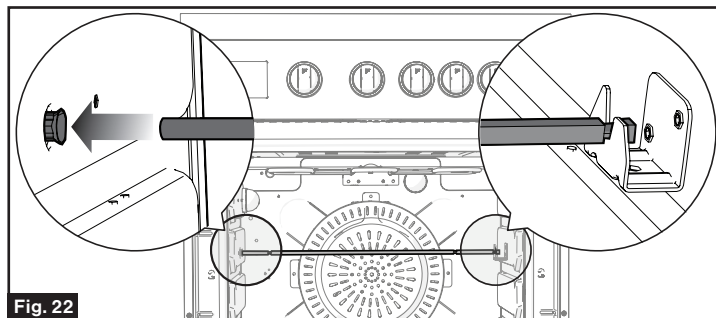

Fig. 22
- Insérez la rôtissoire dans le trou du côté gauche du four et placez le côté droit avec l'encoche de la brochette de la rôtissoire dans le support. (Fig. 22)